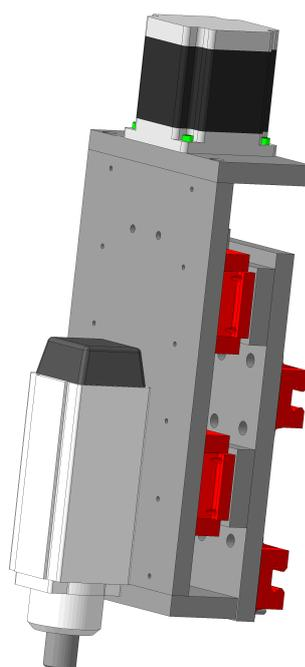

Рис. 4 – Модель шпиндельного узла (ось Z)
- Шпиндельный узел (ось Z) (рис. 4).